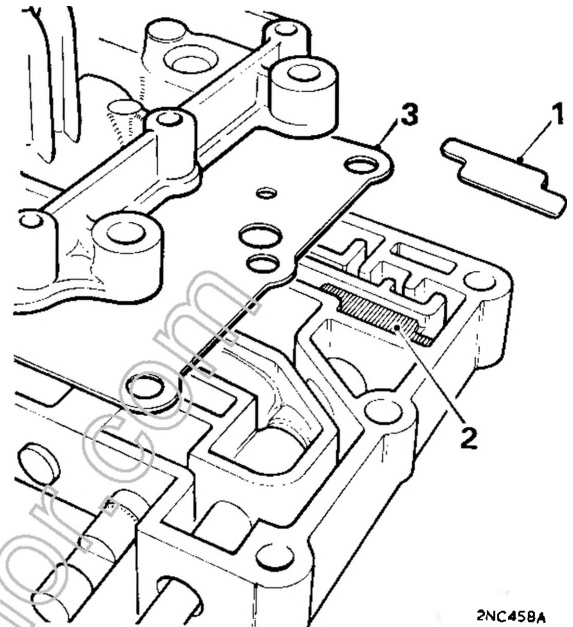

Fig. Fa. 35
9. All'atto del rimontaggio del blocco valvole completo, assicurarsi che sia stata installata la valvola a cerniera in piano nella sua giusta sede dietro alla valvola selettiva, come illustrato qui di seguito nella Figura Fa. 35; assicurarsi inoltre che la piastra di separazione sia sita tra il cassetto valvole ed il cassetto dei condotti.